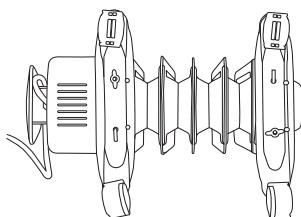

Рис. 4
- Соединить одну из опорных ножек (2) с двумя роликами (1).
- Закрепить гайками (3).
- Перевернуть обогреватель нижней частью кверху, как показано на Рис. 4.
- Продеть металлический держатель (4) через фиксатор.
- Прикрепить опорную ножку с колесиками посредством металлического держателя (4)